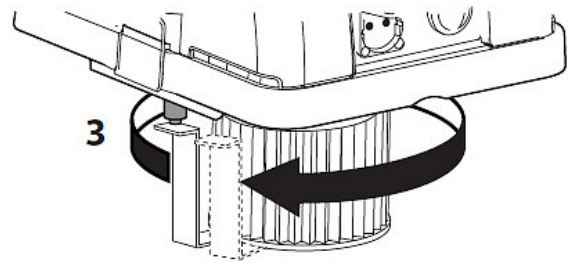

Abb. 7: Montage der Filterpatrone
Schritt 3: Drehen Sie die Filterpatrone, um sie in der Aufnahme sicher zu befestigen (Abbildung 7).